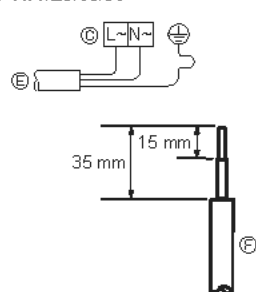
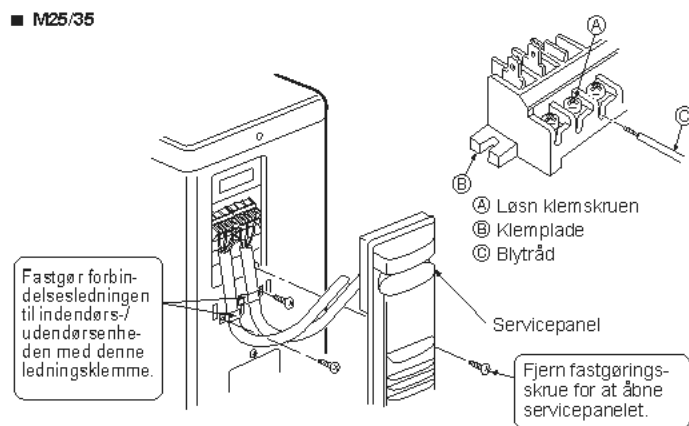
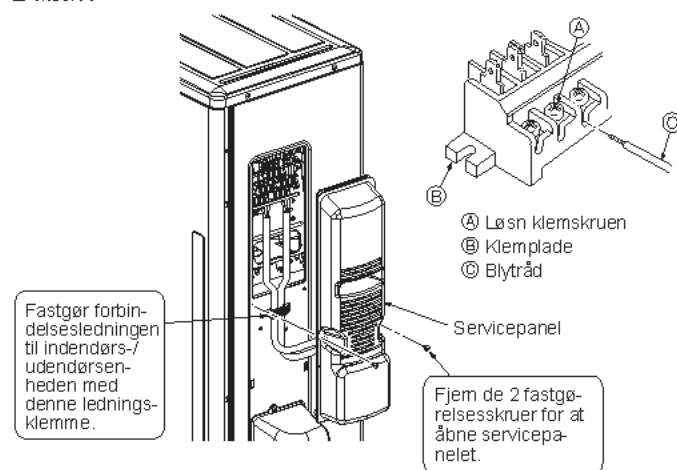

Fig. 6-2
Fig. 6-3
Fig. 6-5
6.1. Udendørsenhed (Fig. 6-1, Fig. 6-2, Fig. 6-3, Fig. 6-4, Fig. 6-5)
- ① Fjern servicepanelet.
② Træk kablet som vist i Fig. 6-1, Fig. 6-2, Fig. 6-3, Fig. 6-4 og Fig. 6-5.
- Ledningerne trækkes som vist nederst til venstre i diagrammet. (Kabel fremskaffes lokalt) (Fig. 6-2)
- ① Forbindelseskabel
- ② Indendørs klemplade
- ③ Udendørs klemplade
- ④ Installer altid et jordkabel, der er længere end andre kabler.
- ⑤ Netledning
- ⑥ Blytråd